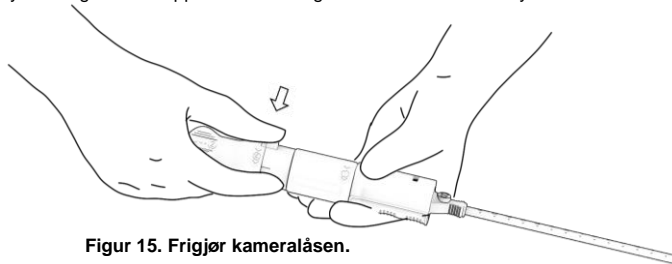

Figur 14. Fjerning av ledetråden.
- Finn indikatoren som er merket «3» og fjern ledetråden fra pasienten og PerQseal® lukkeinnretning. Fjerning av ledetråden kan utføres av en assistent. Figur 14.